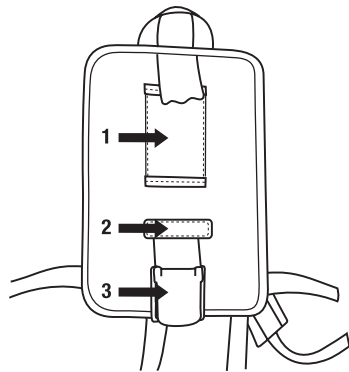

Fig. 11b
1. Avec l'une des extrémités du souffleur à moteur dirigée vers le haut de l'armature dorsale (extrémité avec la poignée), passer la courroie de l'armature dorsale dans la fente de retenue supérieure du souffleur à moteur et dans le grand manchon de retenue (Fig. 11b-1) situé sur l'armature dorsale.
2. Passer la courroie dans la fente de retenue inférieure du souffleur à moteur et dans le petit manchon de retenue (Fig. 11b-2) situé sur l'armature dorsale.
3. Passer la courroie dans la boucle (Fig. 11b-3) et serrer en tirant vers le bas.